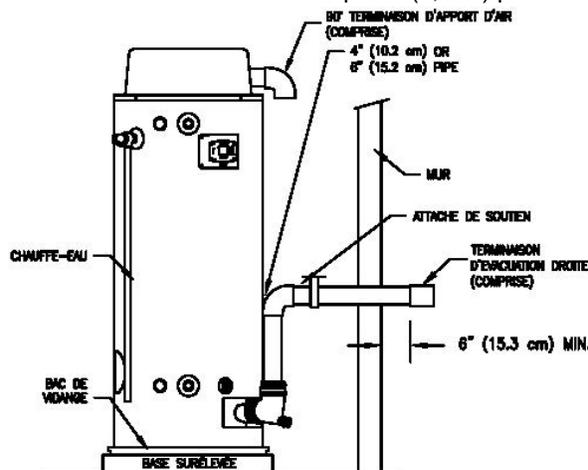

Figure 15. Système typique de ventilation mécanique à l'horizontale.
2. Utilisez une quantité de ciment ou de mastic adéquate pour fixer la terminaison de ventilation fournie avec le chauffe-eau aux conduits en plastique. La distance entre la bordure arrière de la terminaison d'évacuation et la surface du mur extérieur (voir la Figure 15) doit être de 6 pouces (13,0 cm). Utilisez une quantité adéquate de ciment, selon les procédures recommandées, pour sécuriser les liaisons du conduit de raccordement entre la terminaison et la sortie de la soufflante. Installez des supports de fixation à des intervalles de 3 pieds (1,0 m) pour une ventilation à l'horizontale.